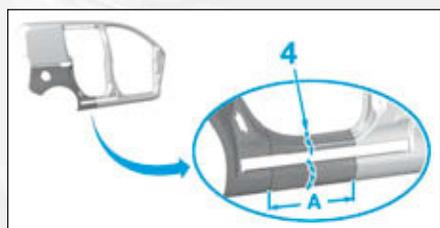

FIG.167
- en (4) dans la zone de coupe (A), puis découper (Fig.167),